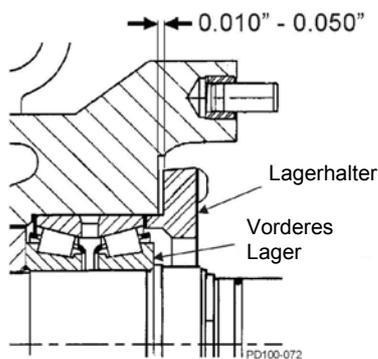

Abb. 55 Spaltmaß des Lagerhalters
5. Der Lagerhalter muss fest am Lager anliegen. Lassen Sie einen Abstand von 0,010 bis 0,050 Zoll (0,25 bis 1,25 mm) zwischen der Rückseite des Lagerhalters und der Vorderseite des Getriebegehäuses (Abb. 55). Wenn dieser Abstand nicht einzuhalten ist, platzieren Sie die Distanzscheiben zwischen Lager und Halterung.